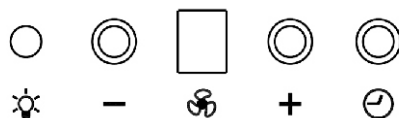

рис. 11
7.2.2 Электронный переключатель с цифровым индикатором скорости (рис. 11) имеет четыре кнопки управления без фиксации и цифровой индикатор, который показывает скорость вентилятора.